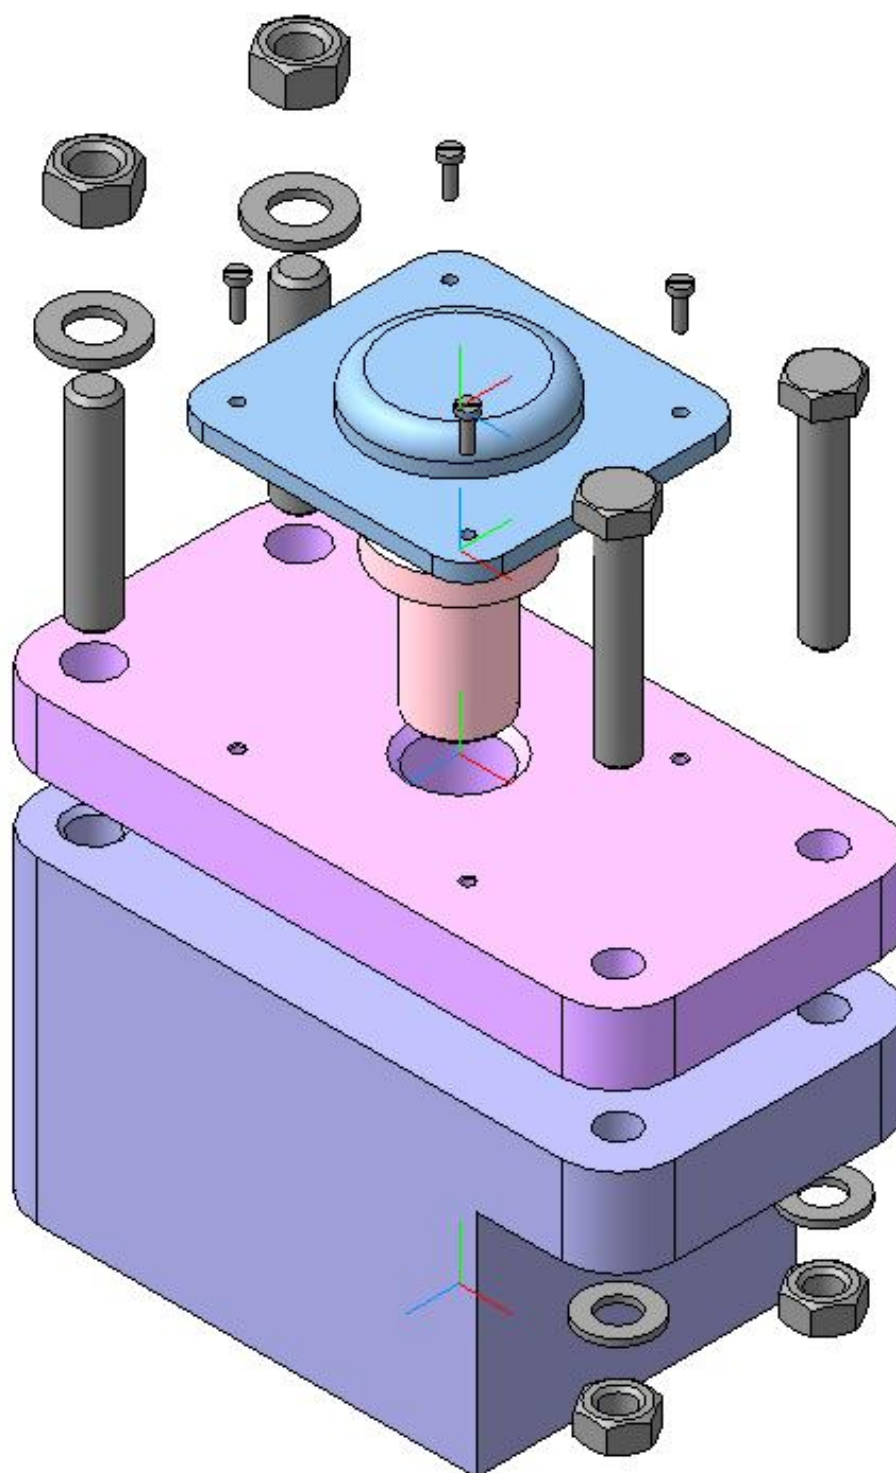

Рис. 74
7. Разнесите детали (компоненты), рис. 74.